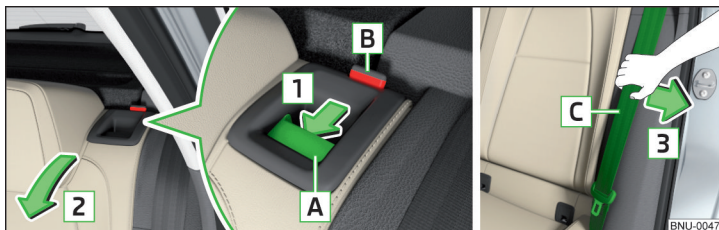

Fig. 79 Rabatarea spre înainte a spătarului scaunului / introducerea centurii în orificiul din capitonajul lateral
▶ Apăsați maneta de deblocare **A** în sensul săgeții **1** și rabatați spătarul spre înainte în sensul săgeții **2** » fig. 79.
- ▶ Trageți centura de siguranță laterală **C** înspre capitonajul lateral, în sensul săgeții **3** » fig. 79.